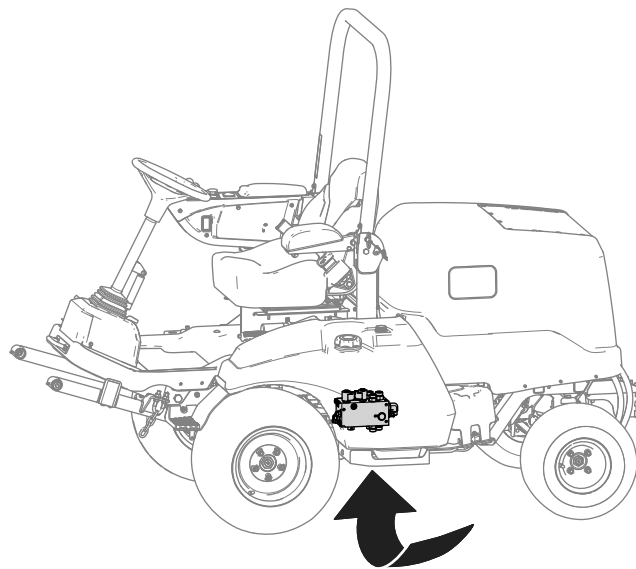

図 20
3. マシン下部にある昇降マニホールドを探し出す 図 20。